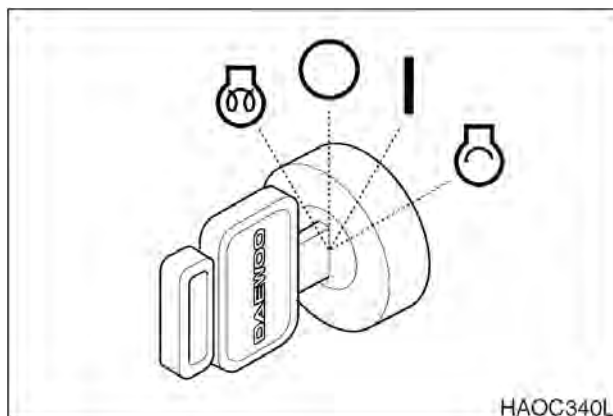

Рис. 28
- Выключить двигатель поворотом ключа стартера в положение "O" (OFF) (рис. 28).